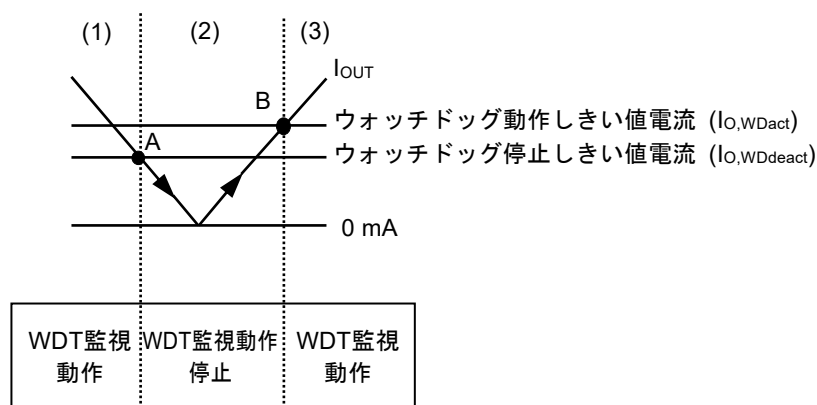

図28 自律ウォッチドッグ動作機能
- (1)レギュレータの I_{OUT} がウォッチドッグ動作しきい値電流 ($I_{O,WDact}$) 以上で、コンパレータ (C1) の入力電圧 (V_{WDact}) は基準電圧 (V_{ref}) より高くなり、C1の出力は "H" になります。このとき、ウォッチドッグタイマは監視動作を行います。
- (2) I_{OUT} が低下し、ウォッチドッグ停止しきい値電流 ($I_{O,WDdeact}$) (図28のA点) 以下になると V_{WDact} は V_{ref} 以下となり、C1の出力は "L" になります。このとき、ウォッチドッグタイマは監視動作を停止します。 I_{OUT} が上昇しても、 $I_{O,WDact}$ 未満の場合、ウォッチドッグタイマは監視動作を停止したままです。
- (3)さらに I_{OUT} が上昇して $I_{O,WDact}$ (図28のB点) 以上になると V_{WDact} は V_{ref} 以上になり、C1の出力は "H" になり、ウォッチドッグタイマは監視動作を開始します。